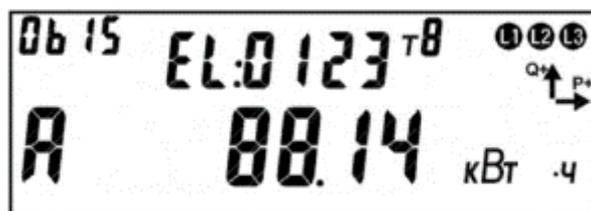

Рисунок 152 – Энергия, накопленная в текущем расчетном периоде (месяце).
6.8.3.1.1 В счетчике предусмотрен параметр «Контроль по значению энергии накапливаемой в накопитель» (см. рисунок 152) выбора контролируемого параметра, допускающий следующий ограниченный набор значений: